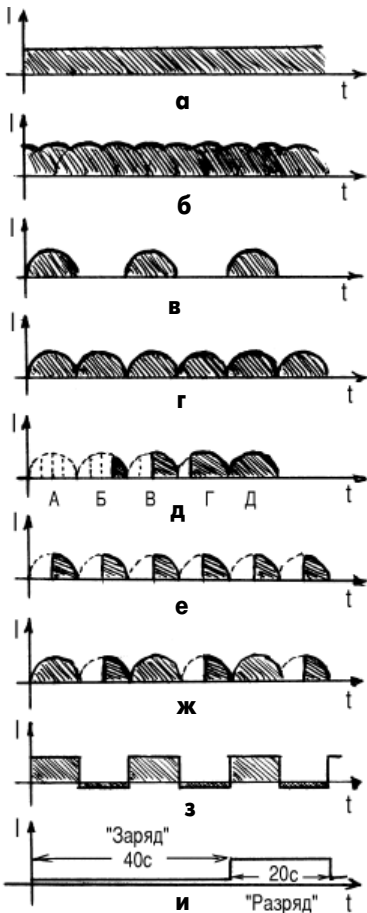
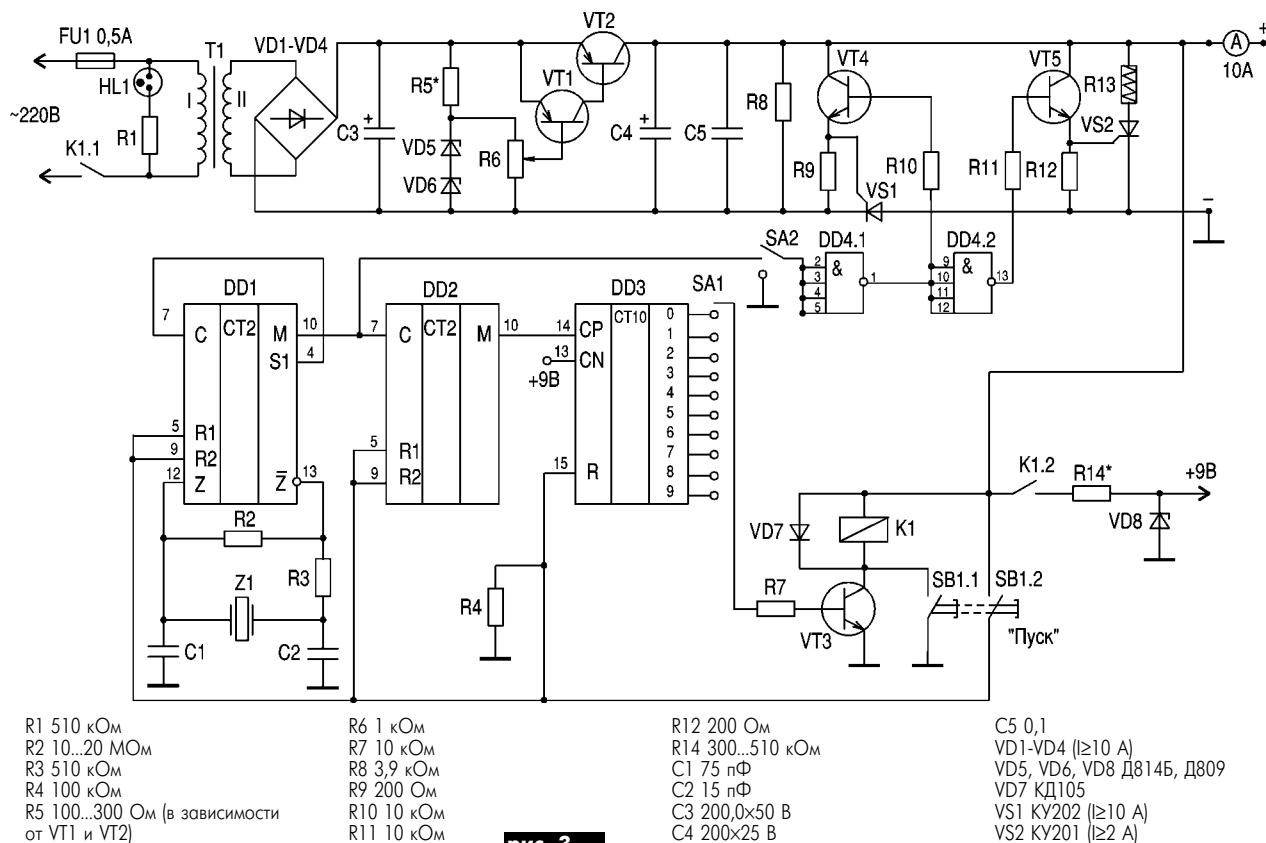

рис. 1
рис. 3
Принято считать, что зарядка происходит постоянным током и от формы зарядного тока зависит в основном срок службы аккумулятора. И как ни парадоксально, но на срок службы аккумулятора, эксплуатирующегося в домашних условиях, резко отрицательно (75...84%) влияют выпрямители, вернее форма тока зарядки. На **рис.1** приведены диаграммы зарядного тока, а на **рис.2** - схемы выпрямителей.
Идеальная форма тока зарядки представлена на **рис.1,а**. В реакциях участвует вся масса пластин (положительных и отрицательных). Срок службы аккумулятора максимальный.
Форма тока трехфазного генератора автомашины (**рис.1,б**) ближе всех подходит к нормальному. Если между положительным выво-
Зарядное устройство на одном диоде (**рис.1,в, 2,а**) - самая "убойная" для аккумулятора схема. Срок службы - минимальный.
Существуют множество различных вариантов мостовой схемы выпрямителей (**рис.1,г**): на **рис.2,б** приведена общая схема; на **рис.2,в** - регулировка  $U_{зар}$  в I обмотке; на **рис.2,г** - регулировка  $U_{зар}$  во II обмотке; на **рис.2,д** - регулировка  $U_{зар}$  при помощи гасящих конденсаторов в I обмотке и т.д.
Форма тока зарядки в схеме на транзисторах (0...100%  $I_{зар}$ ) представлена на **рис.1,д**, где А -  $I_{зар}=0$ ; Б -  $I_{зар}=25\%$ ; В -  $I_{зар}=50\%$ ; Г -  $I_{зар}=75\%$ ; Д -  $I_{зар}=100\%$ . Видно, что при  $I_{зар}<50\%$  ток становится импульсным, что резко негативно влияет на химические реакции внутри пластин.
Форма тока зарядки тиристорных выпрямителей (**рис.1,е**) при 50%  $I_{зар}$ : **рис.2,е** - регулировка  $I_{зар}$  во вторичной цепи трансформатора; регулировка  $I_{зар}$  в первичной цепи - **рис.2,ж**; регулировка  $I_{зар}$  во вторичной цепи в схеме без диодов - **рис.2,з**. Это самая плохая схема тиристорных выпрямителей. На **рис.1,ж** один полупериод тока идет через диод, второй - через регулируемый тиристор.
**Рис.2,к** - форма тока зависит от  $I_{зар}$  через тиристор. **Рис.1,з, 2,л** - самая интересная и самая старая схема выпрямителей (8 А) с десульфатацией. Она наиболее подходит для зарядки и тренировки аккумуляторов. Идея, заложенная в схеме отличная, однако при частоте сети 50 Гц невозможно заряжать и разряжать аккумулятор. Весь процесс идет на поверхности пластин, а основная, внутренняя,
Полная схема выпрямителя с десульфатацией приведена на рис.3, диаграмма токов - на рис.1,и. Например, при использовании аккумулятора типа 6СТ55  $I_{зар}=5...5,5$  А,  $I_{разр}=0,5...0,55$  А.
На ИМС DD1 (рис.3) собран генератор минутных импульсов. На выходе DD1 формируются импульсы (диаграмма на рис.1,и), поступающие на вход DD4.1, затем на вход DD4.2. С выхода DD2 импульсы поступают на счетчик DD3, которым устанавливается время срабатывания. ИМС DD4.1 управляет работой тиристора VS1, который, в открытом состоянии пропускает ток в течение 40 с, а DD4.2 включает нагрузку R13 (для десульфатации). В верхнем положении SA2 выпрямитель работает в режиме тренировки аккумулятора, в нижнем - только "зарядка". Если не нужна тренировка (десульфатация), то можно убрать из схемы ИМС DD4.2 и управляемые ею элементы: VT5, VS2 и резисторы.